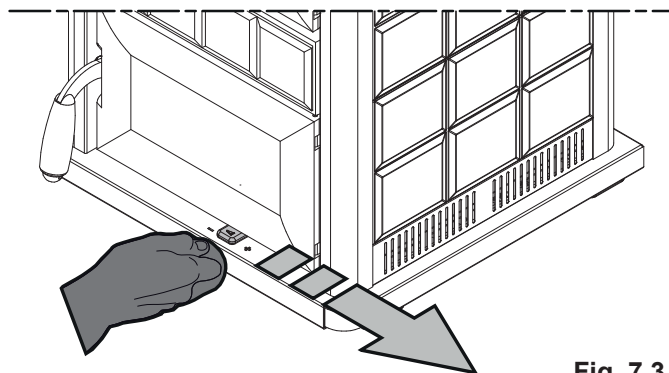

Fig. 7.3
- ouvrir au maximum la régulation de l'air primaire en mettant le levier (A) totalement vers la droite (Fig.7.3) ;